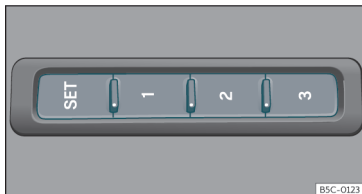

Abb. 104 Außen am Fahrersitz: Speichertasten.
- Taste **SET** länger als 1 Sekunde drücken >>> **Abb. 104**.
- Taste **SET** gedrückt halten»»» **Abb. 104** .